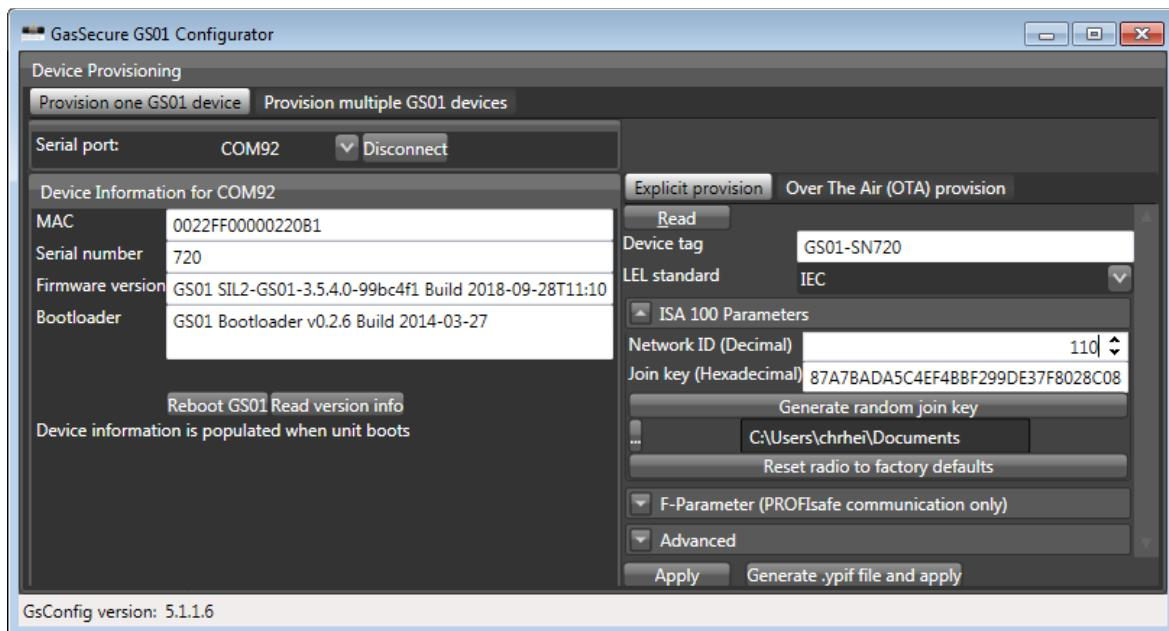

图 3-1：GS01 配置器
- b) 运行 GS01 配置器并选择正确的 COM 端口。保留默认模式“Provision one GS01 device”（配置一台 GS01 设备）。按“Connect”（连接）按钮并验证设备信息是否显示，请参阅图 3-1。如果设备信息未自动显示，请按“Read version info”（读取版本信息）按钮。按“Read”（读取）按钮，以便显示设备的当前配置状态。保持“明确规定”。
- c) 输入设备标签5和所需的十进制格式网络 ID6，请见图 3-1。
- b) 运行 GS01 配置器并选择正确的 COM 端口。保留默认模式“Provision one GS01 device”（配置一台 GS01 设备）。按“Connect”（连接）按钮并验证设备信息是否显示，请参阅图 3-1。如果设备信息未自动显示，请按“Read version info”（读取版本信息）按钮。按“Read”（读取）按钮，以便显示设备的当前配置状态。选择“无线电 (OTA) 规定”。